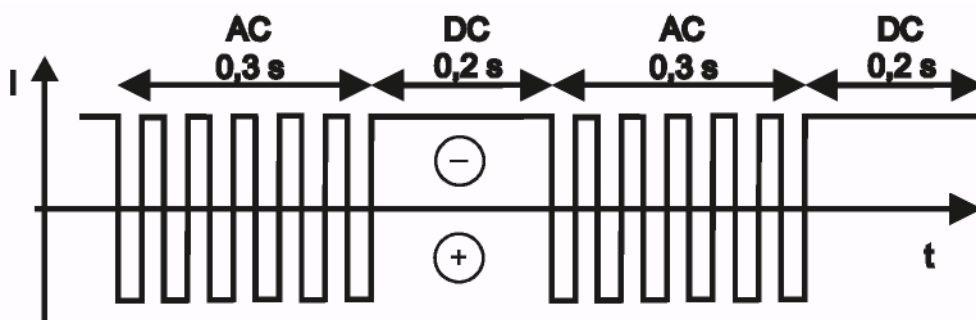

Рис. 3. 8: Цикл сварки в режиме двойной дуги
Для доступа к специальным параметрам сварки необходимо повернуть регулятор настроек, чтобы загорелся световой индикатор №18 (Рис. 3.1 и Рис. 3. 2). После этого нужно нажать и удерживать в течение 2-х секунд регулятор настроек. В подтверждение доступа к специальным параметрам на цифровом дисплее появится буква, обозначающая соответствующий специальный параметр. Например, сообщение «A 2.4» означает, что время предварительной подачи защитного газа до начала сварки составляет 2,4 секунды. Изменение установленных параметров с помощью регулятора
Рис. 3. 6. Сохранение программы. Под номером 16 ещё нет сохранённой программы (точка рядом с буквой «S» отсутствует). Под номером 17 уже имеется сохранённая программа (точка рядом с буквой «S» присутствует)
- Если активизирован новый разработанный сварочный процесс („ F-1"), горят оба световых индикатора для сварки на постоянном токе (DC) и для сварки на переменном токе (AC) (смотри Рис. 3. 1: индикаторы LED7 и LED8).